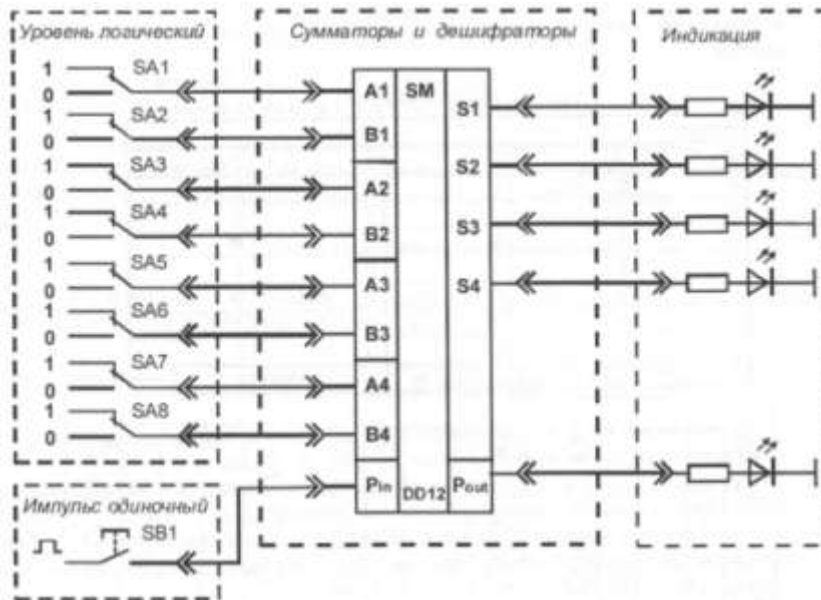

Рисунок 12 - Схема соединений для тестирования сумматора
1. Начертить схему исследования сумматора с помощью осциллографа при подаче на адресные входы импульсов от генератора по аналогии со схемой для тестирования сумматора на постоянном токе (рис. 12);
3. Проверить исправность сумматора, составив его таблицу истинности. Для этого собрать схему (рис. 12), подключив выходы гнезд «Уровень логический» к соответствующим входам (находящимся на одной горизонтали) сумматора. Включить тумблер «Сеть». Задавая различные комбинации входных логических сигналов тумблерами SA1 - SA8 на входах, фиксировать по светодиодам выходные сигналы. Проверить таблицу истинности сумматора. Результаты занести в таблицу, аналогичную таблице 28. Выключить тумблер «Сеть».